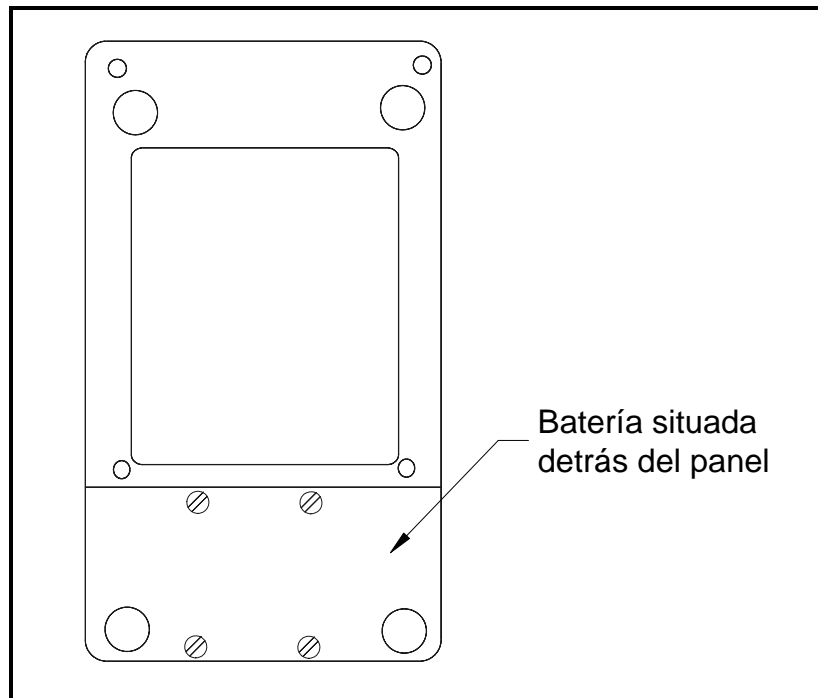

Figura 1-2: Panel posterior del PT878
4. Coloque las baterías nuevas (consulte la figura 1-2).